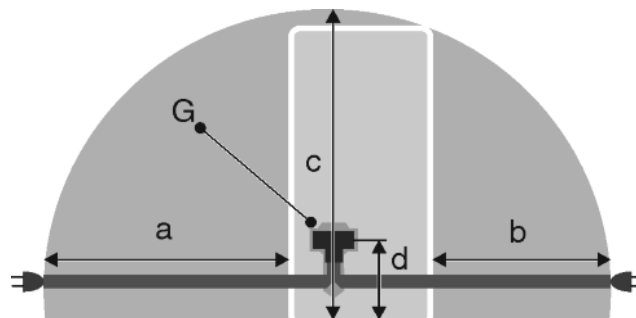

Fig. 48
- Zásuvka sa nachádza mimo oblasti zadnej strany zariadenia v uvedenej oblasti Fig. 48 (a, b, c).
- ▶ Zástrčku zariadenia Fig. 48 (G) zastrčte na zadnej strane zariadenia. Dbajte na správne zaklapnutie.